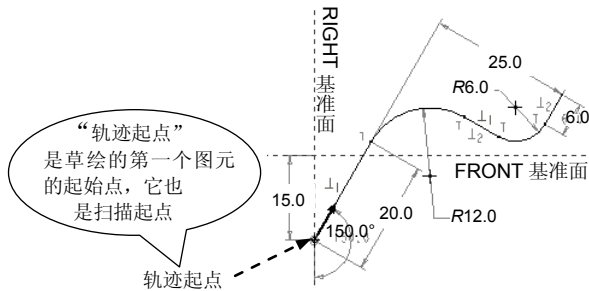

图 5.25.5 扫描轨迹
(1) 选择 **SWEEP TRAJ (扫描轨迹)** 菜单中的 **Sketch Traj (草绘轨迹)** 命令。
(2) 定义扫描轨迹的草绘平面及其参照面：选择 **Plane (平面)** 命令，选取 TOP 基准平面作为草绘面；选择 **OKAY (确定)** \rightarrow **Plane (平面)** 命令，选取 RIGHT 基准平面作为参照面。系统进入草绘环境。
(3) 定义扫描轨迹的参照：接受系统给出的默认参照 FRONT 和 RIGHT。
(4) 绘制并标注扫描轨迹，如图 5.25.5 所示。
- 相对于扫描截面的大小，扫描轨迹中的弧或样条半径不能太小，否则扫描特征在经过该弧时会由于自身相交而出现特征生成失败。例如，图 5.25.5 中的圆角半径 R12.0 和 R6.0，相对于后面将要创建的扫描截面不能太小。
(1) 查找轨迹方面的原因：检查是不是图 5.25.5 中的尺寸 R6.0 太小，将它改成 R9.0 试试看。操作步骤如下。
③ 在草绘环境中将图 5.25.5 中的圆角半径尺寸 $R6.0$ 改成 $R9.0$ ，然后单击“草绘完成”按钮 。
④ 再单击对话框中的 **预览** 按钮，仍然出现错误信息，说明不是轨迹中的圆角半径太小的原因。
(2) 查找特征截面方面的原因：检查是不是截面距轨迹起点太远，或截面尺寸太大（相对于轨迹尺寸）。操作步骤如下。
① 在扫描特征信息对话框中，双击 **Section (截面)** 这一元素，系统进入草绘环境。